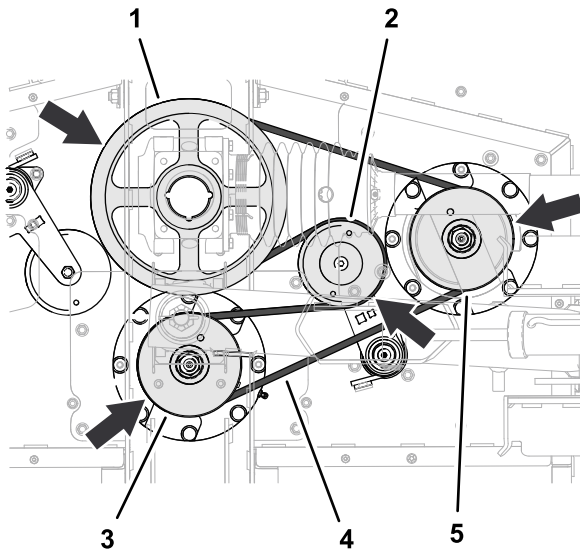

Figura 62
1. Encaminhe a correia comprida em torno da polia da transmissão, da ranhura superior da polia do eixo central e da polia do eixo direito (Figura 62).
2. Utilize uma barra disjuntora ou ferramenta semelhante para rodar o tensionador no sentido contrário ao dos ponteiros do relógio e passe a correia da polia por cima do tensionador (Figura 62).